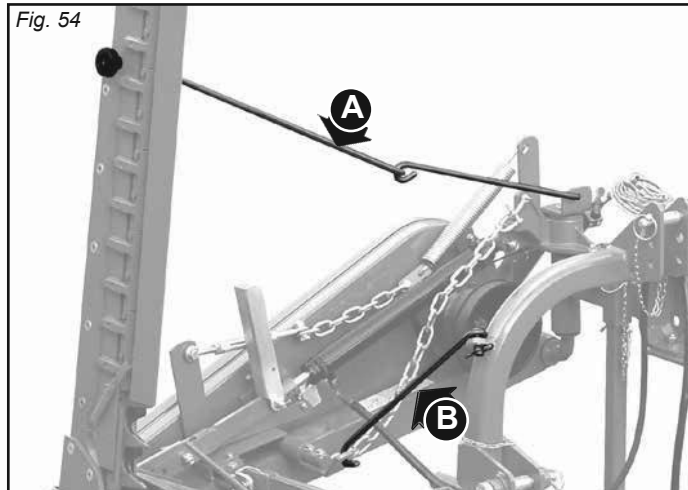

Fig. 54
- Asegúrela con el tirante de enganche (A, Fig. 54);
- Introduzca el gancho de seguridad (B, Fig. 54);